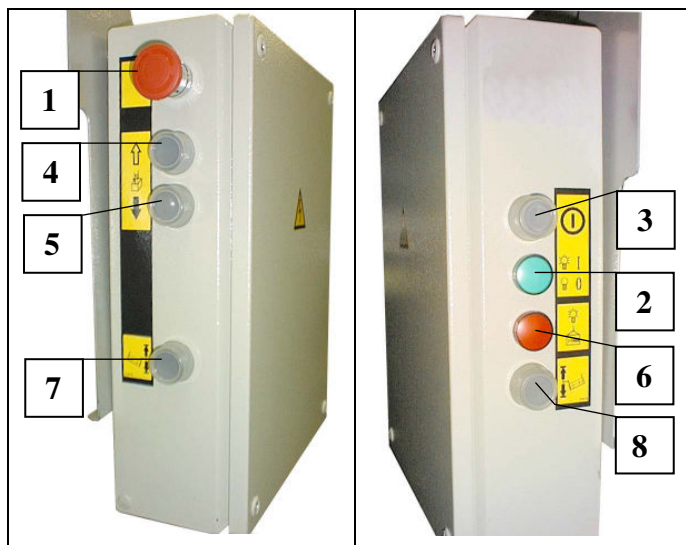

Fig. 47 Mando de control central
- Si se pulsa el botón de parada de emergencia; la orden de desplazamiento al torno no debe tener efecto hasta que no se haya pulsado la tecla de inicio (Fig. 46 u. Fig. 47 pos.4). Si la orden de desplazamiento se puede procesar sin impedimentos, a pesar de no haber pulsado la tecla de inicio, entonces hay que revisar el mando de control.
- El botón de PARADA DE EMERGENCIA está situado en el mando de control (Fig. 46 y Fig. 47 pos. 1).